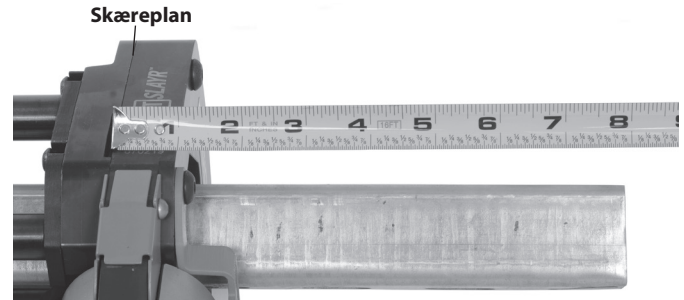

Figur 5 – Stangskærehoved monteret i kædeskruestik
1. Stangskærehovedet kan anvendes på et arbejdsbord eller på gulvet. Stangskærehovedet kan desuden monteres i mange kædeskruestikker fra RIDGID*. Se figur 5 for et eksempel på montering i en kædeskruestik. Sørg uanset anvendelsen for, at stangskærehovedet er sikkert og stabilt.